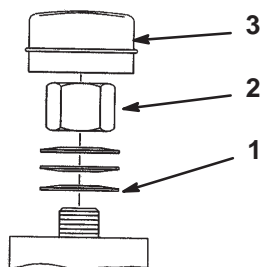

Figure 56
2. Retirez le capuchon anti-poussière de la roue et serrez le contre-écrou (Fig. 56).
3. Continuez de le serrer jusqu'à ce que les rondelles élastiques soient aplaties, puis desserrez-le de 1/4 de tour pour obtenir la précharge correcte des roulements (Fig. 56).
Important Veillez à installer les rondelles comme illustré à la Figure 56.